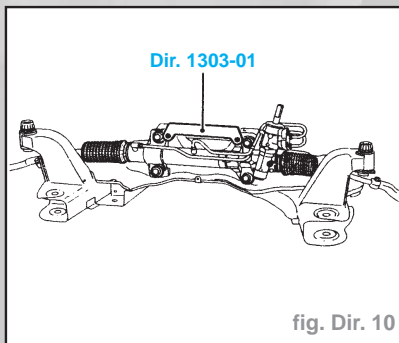

fig. Dir. 10
- Reposer le boîtier de direction sur le berceau et mettre en place l'outil de calage **Dir. 1303-01** (fig. Dir.10).